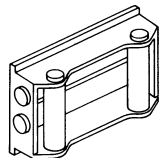

Figure 18
6. Pour réduire de manière importante l'usure du câble pendant les treuilages sur angle, ÉQUIPEZ LE TREUIL D'UN GUIDE-CÂBLE (Fig. 18). Les roulements éliminent l'abrasion et le frottement excessif du câble.